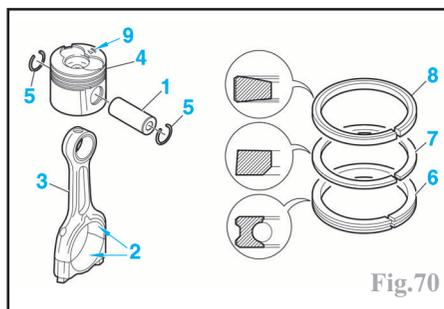

Fig.70
Effectuer l'assemblage de chaque ensemble bielle-piston, en huilant les axes (1) et les demi-coussinets (2) dans la tête de bielle (3). Utiliser des jons d'arrêt neufs (5) (Fig.70).
Monter les segments huilés sur les pistons en commençant par le segment racler (6) puis celui d'étanchéité (7) et enfin le segment coup de feu (8) en plaçant les marquages "Top" vers la tête du piston. Tiercer les segments à 120°, en les décalant par rapport à l'axe de piston et à la coupe du segment racler (Fig.70).